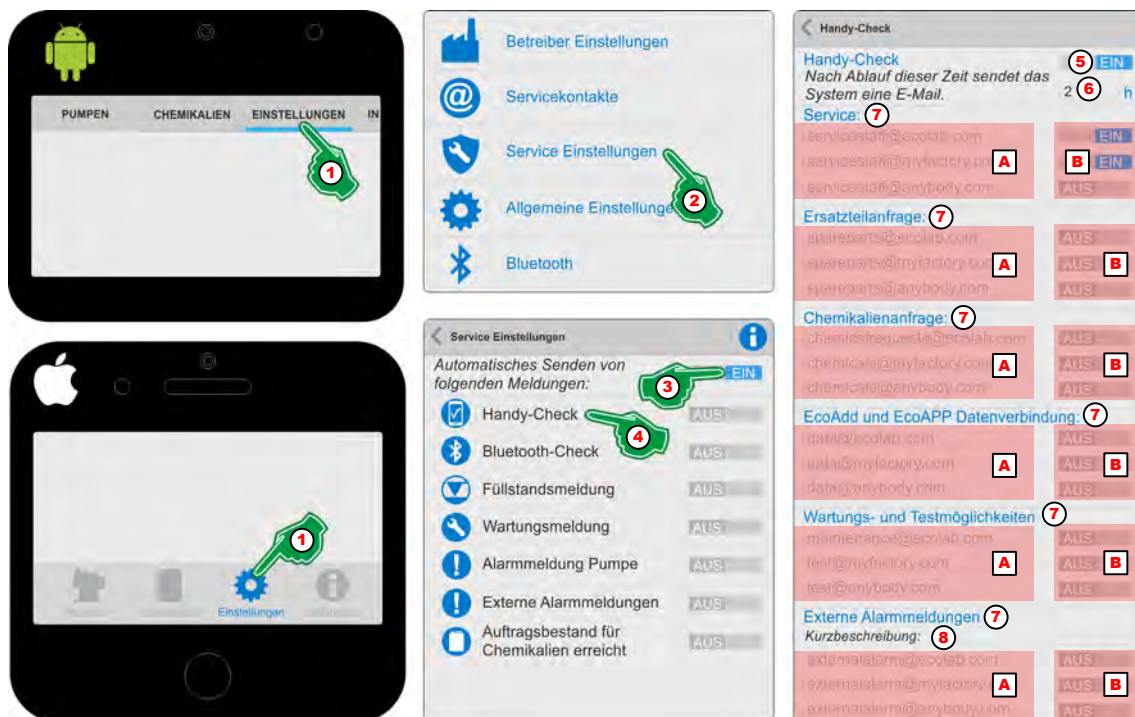
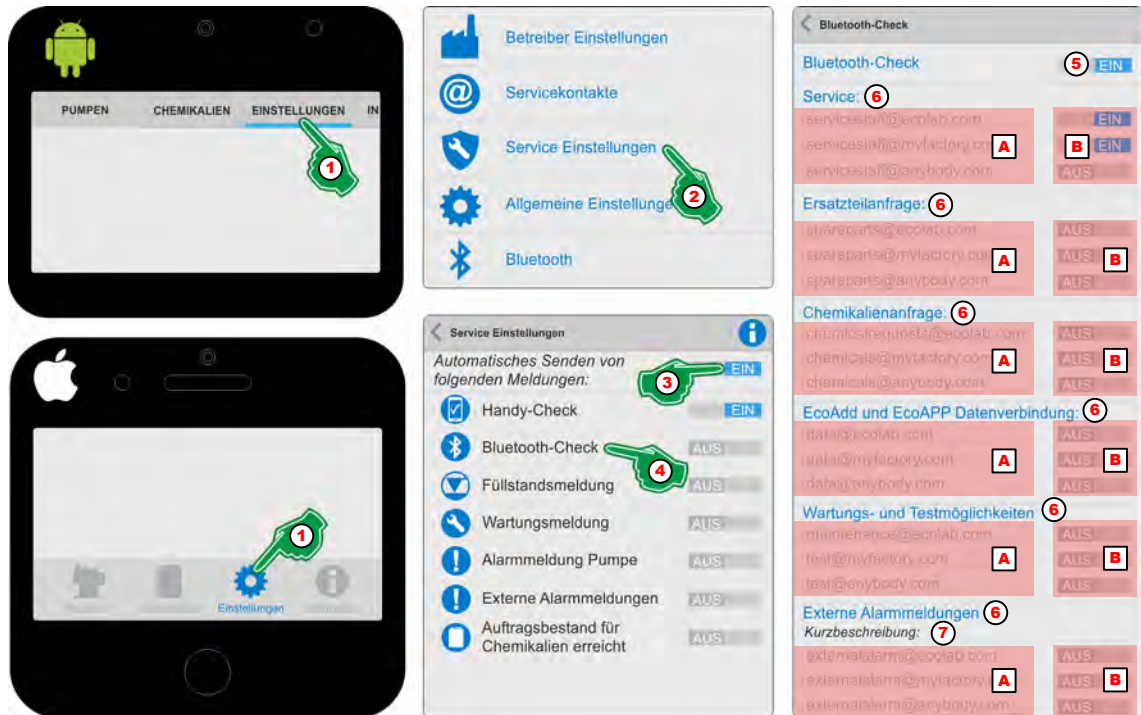

Abb. 6: „Handy-Check“
Abb. 7: „Bluetooth-Check“
1. [Einstellungen] (Abb. 6, Pos. 1) auswählen.
2. [Service Einstellungen] (Abb. 6, Pos. 2) auswählen.
3. „Automatisches Senden von folgenden Meldungen“ (Abb. 6, Pos. 3) **EIN** Schalten.
4. Das Symbol oder die Bezeichnung „Handy-Check“ (Abb. 6, Pos. 4) auswählen.
5. „Handy-Check“ (Abb. 6, Pos. 5) **EIN** Schalten.
6. Die gewünschte Zeitdifferenz (Abb. 6, Pos. 6) bis zum Auslösen einer Alarmmeldung bei nicht Erreichen des Smartphones (offline) Einstellen.
7. Gewünschte Servicekontakte (Abb. 6, Pos. A) **EIN** (Abb. 6, Pos. B) Schalten.
8. Zur Anzeige von Fehlern bei Verwendung einer externen Steuerung (Abb. 6, Pos. 7) eine Kurzbeschreibung (Abb. 6, Pos. 8) zur Identifikation vergeben.
1. [Einstellungen] (Abb. 7, Pos. 1) auswählen.
2. [Service Einstellungen] (Abb. 7, Pos. 2) auswählen.
3. „Automatisches Senden von folgenden Meldungen“ (Abb. 7, Pos. 3) **EIN** Schalten.
4. Das Symbol oder die Bezeichnung „Bluetooth-Check“ (Abb. 7, Pos. 4) auswählen.
5. „Bluetooth-Check“ (Abb. 7, Pos. 5) **EIN** Schalten.
6. Gewünschte Servicekontakte (Abb. 7, Pos. A) **EIN** (Abb. 7, Pos. B) Schalten.
7. Zur Anzeige von Fehlern bei Verwendung einer externen Steuerung (Abb. 6, Pos. 7) eine Kurzbeschreibung (Abb. 7, Pos. 8) zur Identifikation vergeben.